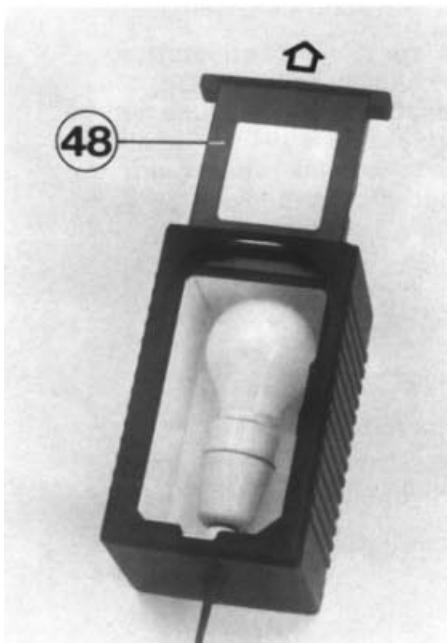

Bild 19
Nach dem Herausnehmen der Filterschublade (48) kann die Lampe gewechselt werden (Bild 19).